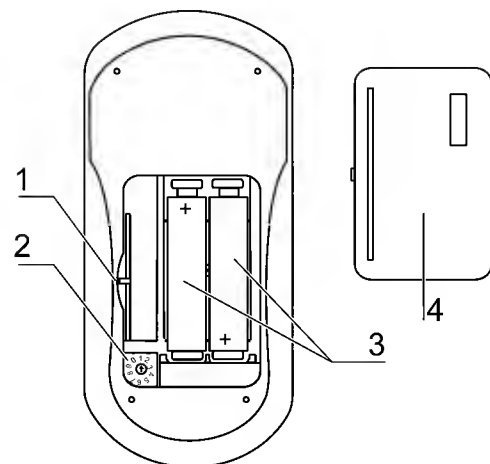

Abb. 12
1. **Fig. 12:** abra la tapa [4] del compartimento para pilas que se encuentra en el lado inferior del mando a distancia. La tapa sólo está encajada y se puede levantar metiendo un objeto puntiagudo en la muesca [1].